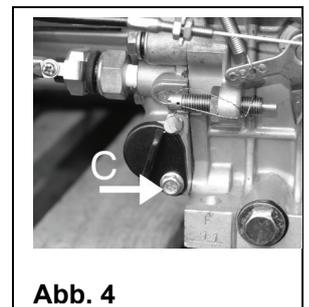

Abb. 4
Ölfilter jährlich reinigen und bei Bedarf erneuern (Abb.4)!
- Hierzu Schraube (Abb. 4/C) lösen und Filter aus dem Motorgehäuse ziehen.